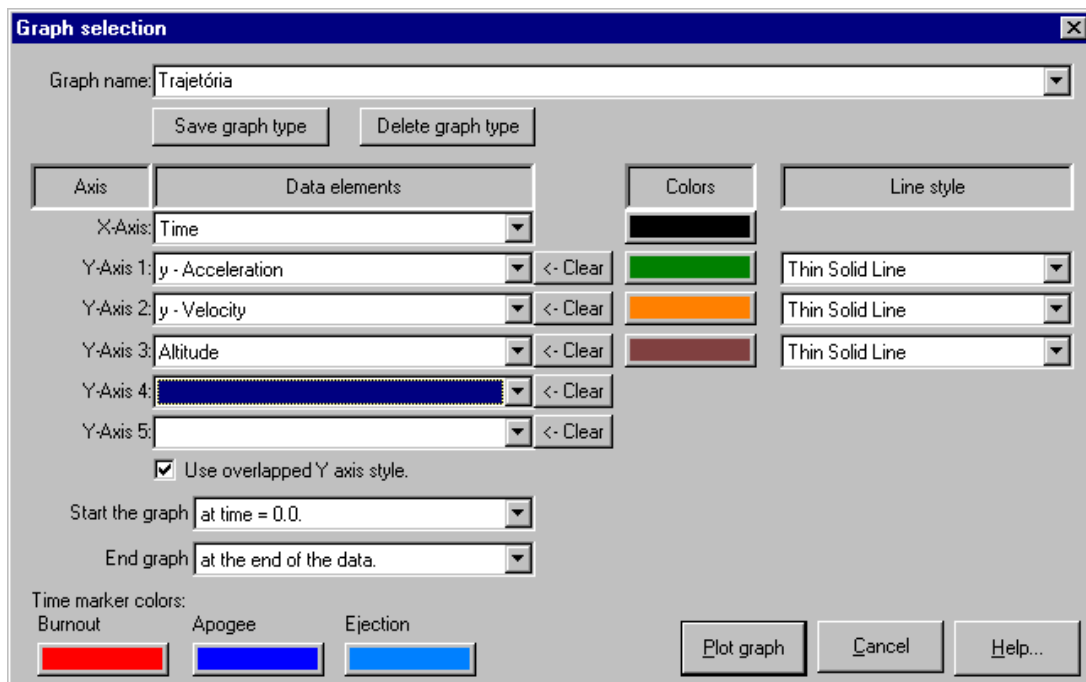

Figura 7. Configuração de um gráfico dos resultados de uma simulação.
- (c) Abre-se uma janela chamada “Graph selection”. Esta janela deve ser usada para configurar cada tipo de gráfico desejado; um exemplo é mostrado na Figura 7. Existem dezenas de variáveis que podem ser plotadas. Para ver a lista completa deve-se clicar no triângulo invertido de cada eixo. Pode-se plotar até cinco curvas simultaneamente. A cor de cada curva pode ser selecionada pelo usuário.